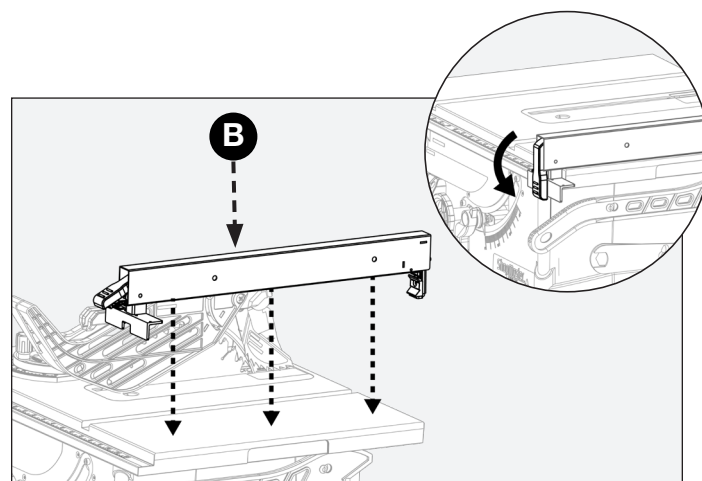

FIGURE 16
Positionner le guide longitudinal (B) sur la table, comme le montre la figure 16. Baissez l'extrémité arrière du guide longitudinal (B) sur l'arrière de la table, puis baissez l'extrémité de l'avant (avec la manette de verrouillage) sur l'avant des rails en avant de la scie. Engagez le verrou sur le guide longitudinal après l'avoir placé à l'endroit désiré sur la table (figure 16).